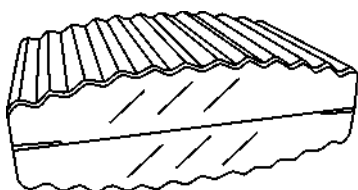

Рис. 11
3. Вытащите сливную трубку из нижней части внутреннего шкафа морозилки и поставьте под неё тазик сбора талой воды (см. рис.11). Если трубка примёрзла, накройте её на несколько минут смоченной в горячей воде тряпкой.